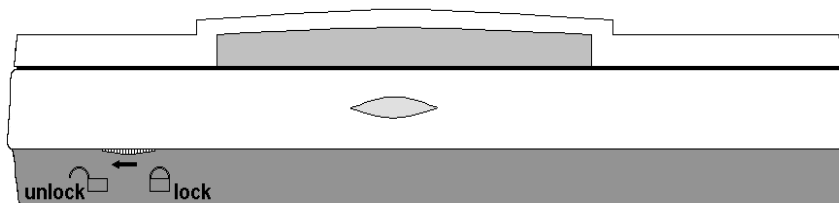

Figure 1: Déverrouillage du scanner
1. Le premier bouton de verrouillage se trouve placé à l'avant du scanner (voir figure 1). Poussez-le vers la gauche pour déverrouiller le scanner (position *unlock*).